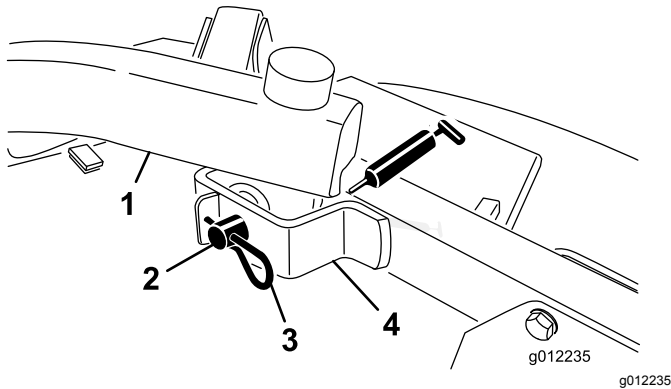

Bild 18
- Hubarmgelenke, vorne (2) (Bild 18)